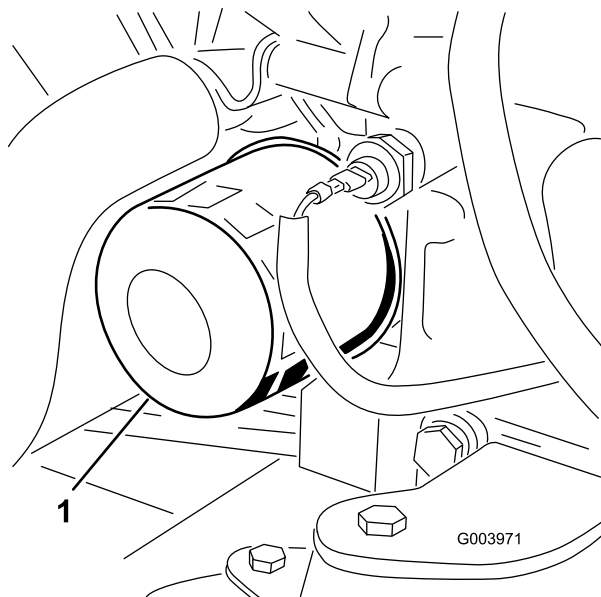

Figure 58
3. Déposez le filtre à huile (Figure 58).